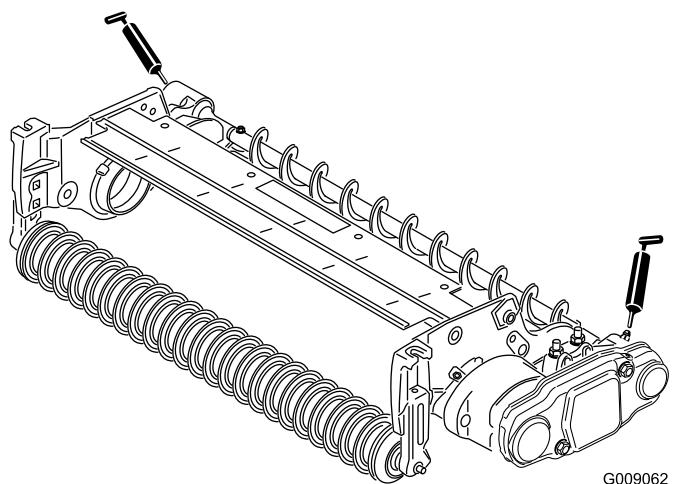

Figura 19
26. Lubrifique os bocais de lubrificação em cada caixa de rolamentos da escova do cilindro e no resto da unidade de corte com massa lubrificante nº 2 para utilizações gerais, à base de lítio (Figura 19). Remova qualquer excesso de lubrificante, especialmente em redor dos vedantes de eliminação de sedimentos.